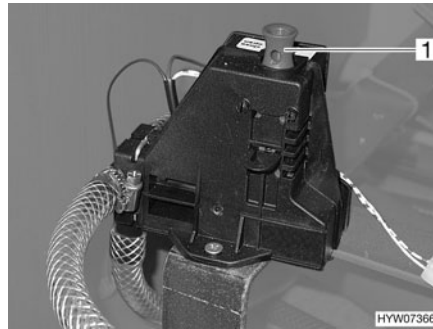

Fig. 178 Valve de sécurité et de vidange du chauffe-eau
Le chauffe-eau est équipé d'une valve de sécurité et de vidange (Fig. 178). La valve de sécurité et de vidange empêche que l'eau ne gèle dans le chauffe-eau lorsque le chauffage n'est pas allumé en cas de gel.
- Fermer la valve de sécurité et de vidange. Pour cela, tirer l'interrupteur à tirette (Fig. 178,1) vers le haut.
- Ouvrir la valve de sécurité et de vidange. Pousser l'interrupteur à tirette (Fig. 178,1) vers le bas. Le chauffe-eau est vidé à l'extérieur par le biais de la valve de sécurité et de vidange.